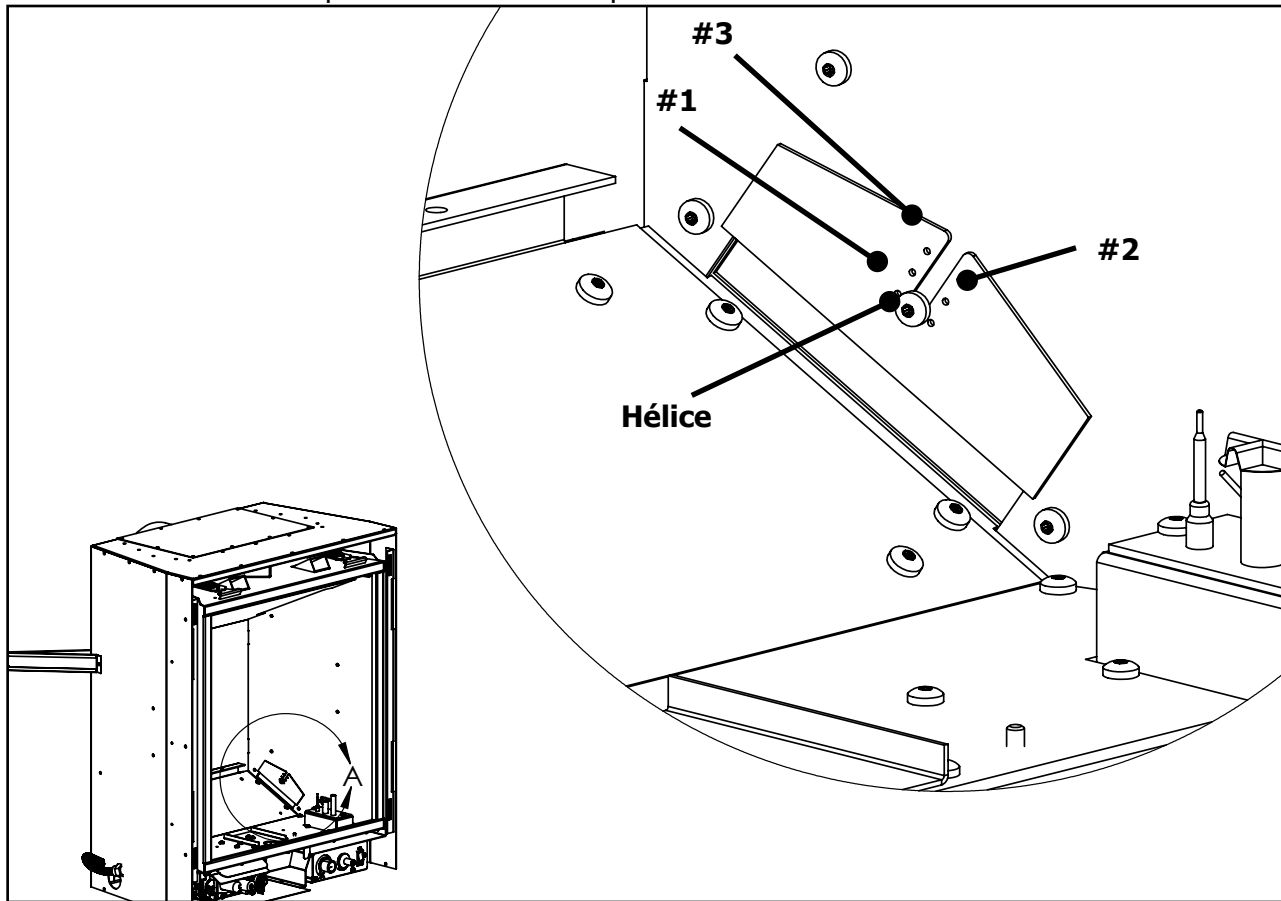
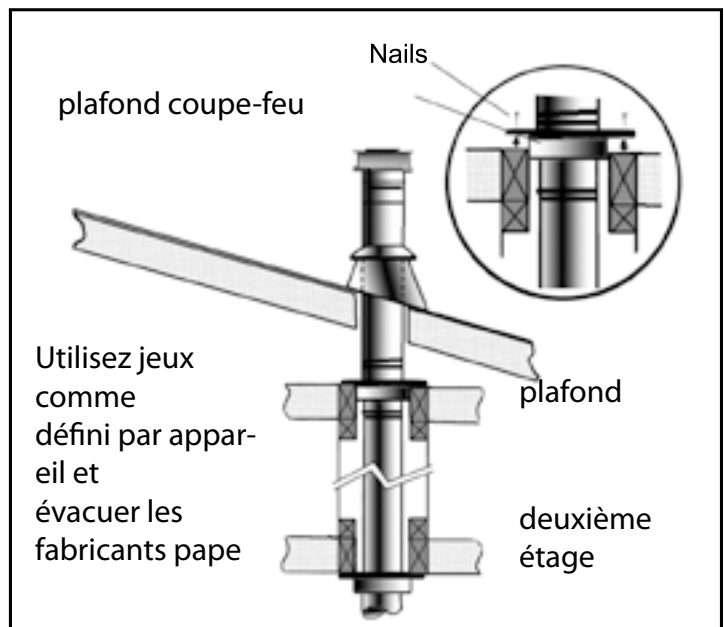

Figure 40: Installation d'Air restricteurs
**Figure 44: L'utilisation de ferrures de fixation murales.**
- (1) Si un décalage est nécessaire dans le grenier pour éviter les obstacles, il est important de soutenir le tuyau de ventilation tous les 3 pieds (914 mm), pour éviter un stress excessif sur les coudes, et la séparation possible. Sangles murales sont disponibles à cet effet (voir figure 44).
- (2) Chaque fois que possible, utilisez coudes à 45 ° degrés au lieu de coudes à 90 ° degrés. Le coude à 45 ° degrés offre moins de restriction à l'écoulement des gaz de combustion et l'air d'admission.
- (3) Pour les installations de plusieurs étages; un coupe-feu de plafond est requis au deuxième étage, et des étages suivants (voir Figure 45). L'ouverture doit être conçue de 10 "(254 mm) x 10" (254 mm) à l'intérieur des dimensions, de la même manière que celle représentée sur la Figure 40.